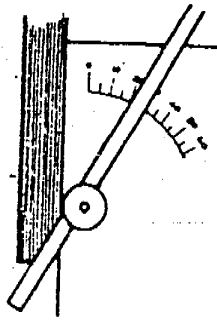
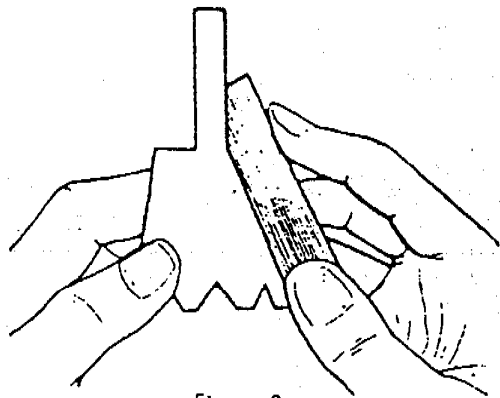

Figura 7
Figura 8
- b. Verifique el ángulo con transportador (Figura 7) o con plantilla (Figura 8) mirando contra la luz